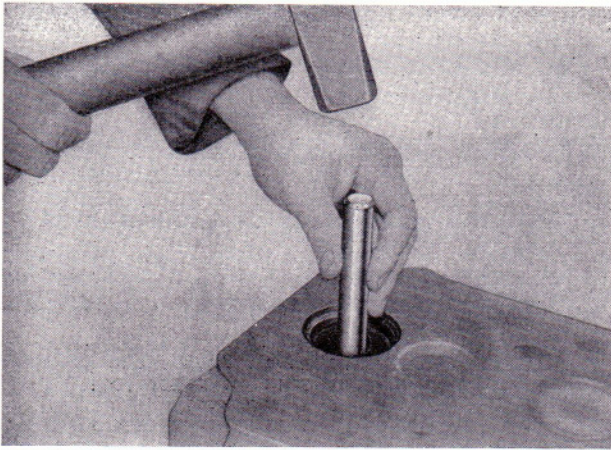

Bild 110
- Ventilführung mit Schlagdorn 27 01754 001 nach oben herausschlagen (Bild 110).